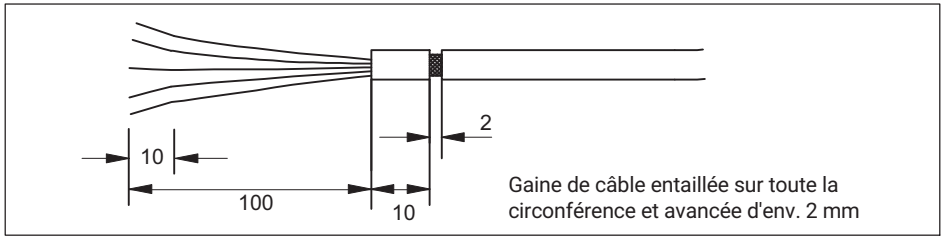

Fig. 8.1 Gaine de câble entaillée
1. Le blindage est accessible par une gaine de câble entaillée (cf. *Fig. 8.1*).